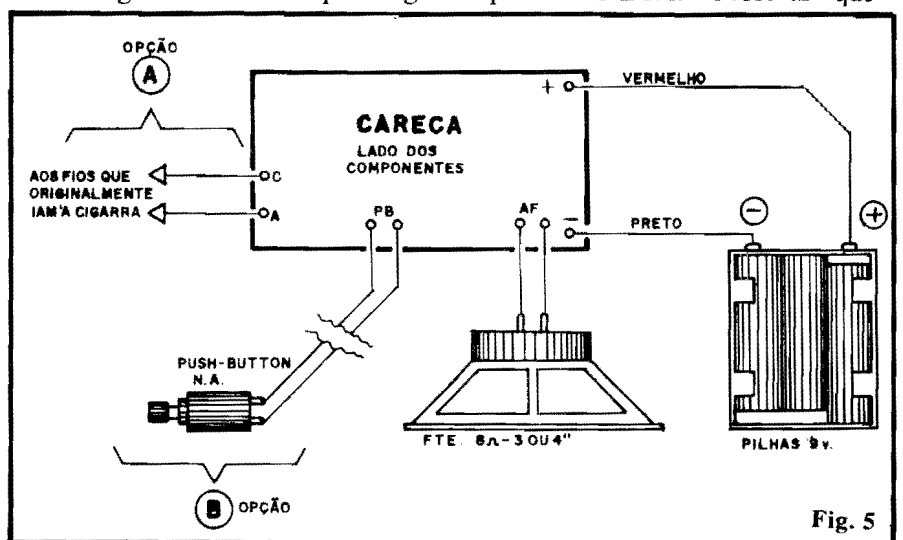

Fig. 5
– FIG. 5 – CONEXÕES EXTERNAS À PLACA – Com a placa ainda vista pelo lado dos componentes, as conexões periféricas são mostradas na figura, com grande clareza. Observar a polaridade da alimentação, com os fios que vêm do suporte de pilhas codificados pela “velha” norma: **vermelho** para **opositivo** e **preto** para o **negativo**. Os pontos “AF” destinam-se à ligação dos fios que vão ao alto-falante. Finalmente, resta escolher o tipo de comando para a CARECA: se for optado o comando direto pela C.A., os pontos “C-A” deverão ser ligados aos fios que origi-
(conforme já foi dito...), tudo fica como está, bastando remover a cigarra e instalar, no seu lugar, a CARECA, ligando-se os fios originais aos pontos "C-A" da placa, sem preocupações, inclusive, quanto à tensão da rede local (110 ou 220VCA, indiferentemente), já que o circuito já apresenta suas proteções e atenuadores de entrada, compatíveis com as tensões domiciliares comuns. No módulo 6-B vemos uma forma simplificada (sem ter que mexer nos componentes agregados diretamente à placa) de acoplar o circuito a um amplificador, constituindo uma segunda opção, em relação à sugerida no item O CIRCUITO (texto sobre a fig. 1), para os que pretendam usar a CARECA como "sinal de chamada". Certamente, nessa aplicação, convém que o comando seja feito por **push-button** independente, conforme indica a opção "B" da fig. 5.